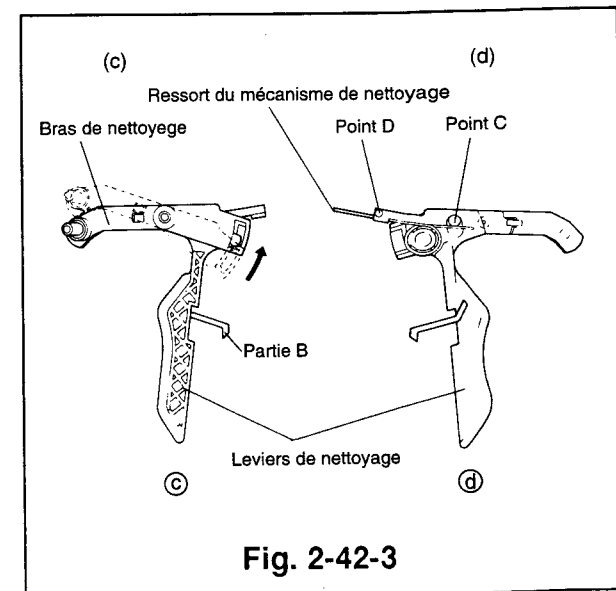

Fig. 2-42-3
- 1) Fixer le bras de nettoyage sur le levier de nettoyage et le tourner dans le sens horaire, comme illustré dans la Fig. 2-42-3(c). S'assurer que le bras et le levier de nettoyage tournent sans plier.
- 2) Accrocher une extrémité du ressort à l'ergot (point C) dépassant du bras de nettoyage, et l'autre extrémité au point D du levier de nettoyage, comme illustré dans la Fig. 2-42-3(d).